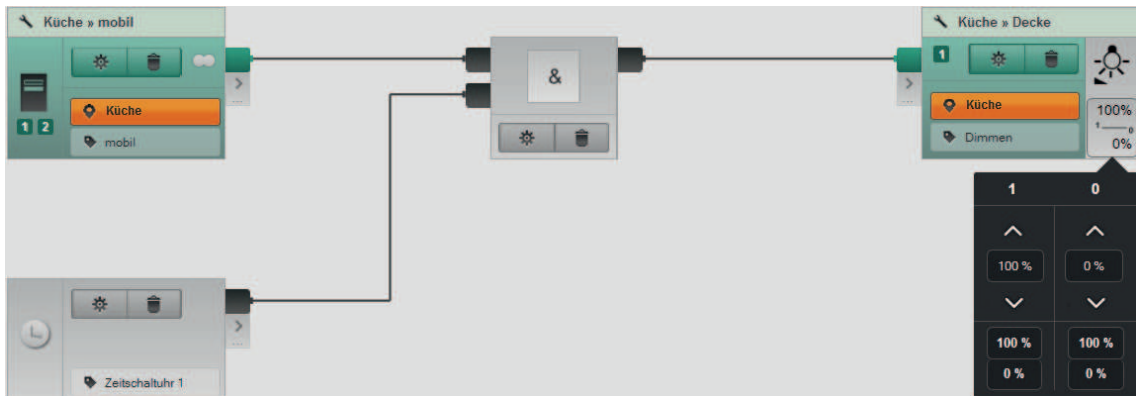

Bild 45: Aktorwerte einstellen
- Für die Änderung der Aktorwerte, den grauen Wertebereich wählen (Bild 45).